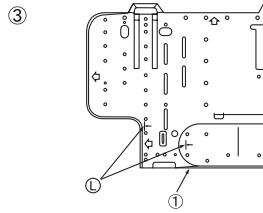

Fig. 3-7
- ③ Geçme borunun önceden duvara gömülmüş olması halinde: (Fig. 3-7)